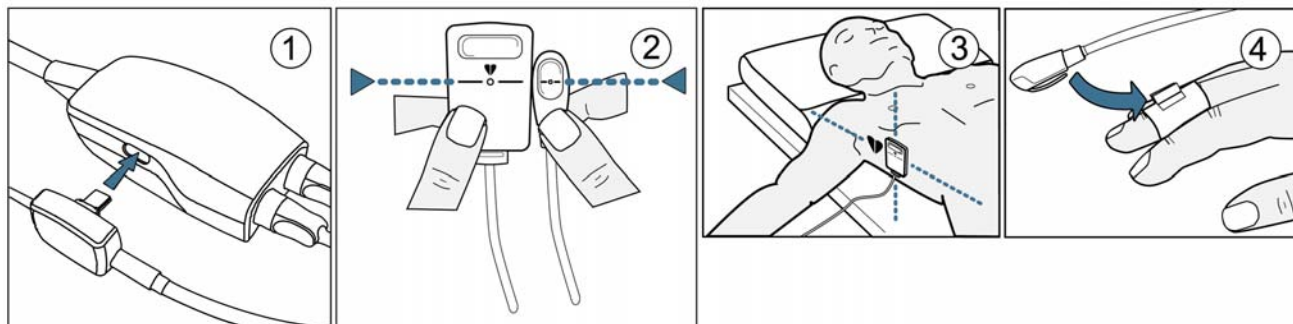

Abbildung 11-4 Anbringen des Herzreferenzsensors
- 1 Schließen Sie den HRS an den Druckprüfer an. Siehe ① in Abbildung 11-4.
- 2 Die beiden Enden des HRS vertikal ausrichten und die Nullabgleichstaste antippen. Siehe ② in Abbildung 11-4.
- 4 Legen Sie das herzseitige Ende des HRS mithilfe eines HRS-Clips am Patienten auf Vorhofniveau an. Siehe ③ in Abbildung 11-4.
- 5 Das andere Ende des HRS an der Fingersmanschette befestigen. Siehe ④ in Abbildung 11-4.